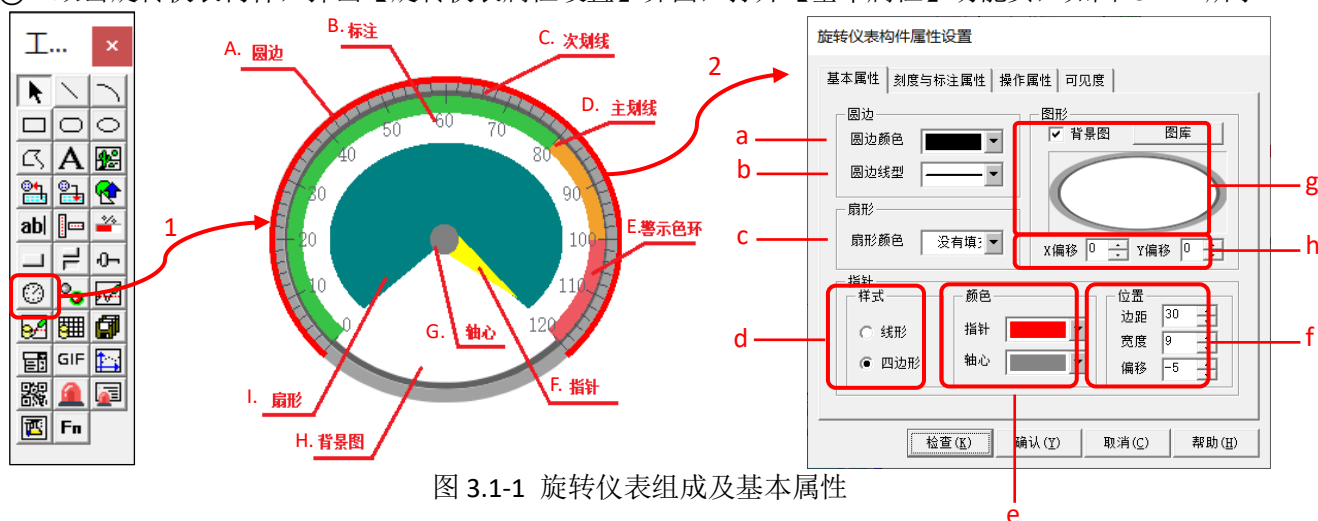

图 3.1-1 旋转仪表组成及基本属性
- ① 将一个旋转仪表构件拖拽到画面合适的位置和合适的大小（注意：图中的旋转仪表不是默认样式，是为了更好的区分仪表的不同区域，特地做了设置）。标准的旋转仪表构件本身由 A.圆边，B.标注，C.次划线，D.主划线，E.警示色环，F.指针，G.轴心，H.背景图，I.扇形等 9 部分组成，如图 3.1-1 所示。
- ② 双击旋转仪表构件，弹出【旋转仪表属性设置】界面，打开【基本属性】功能页，如图 3.1-1 所示。
基本属性功能页界面如图 3.1-1 所示。